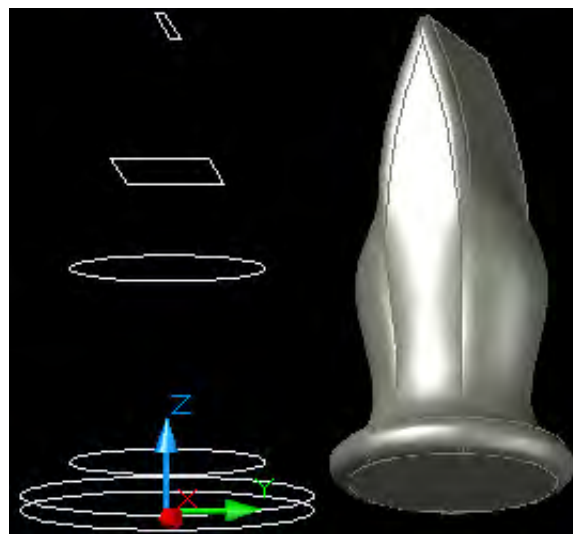

Рис. 63. Рисование молотка командой **Loft**
3. Начертить следующие фигуры (рис. 63):
Задание. Из заготовки (см. рис. 63) выполнить трубу.